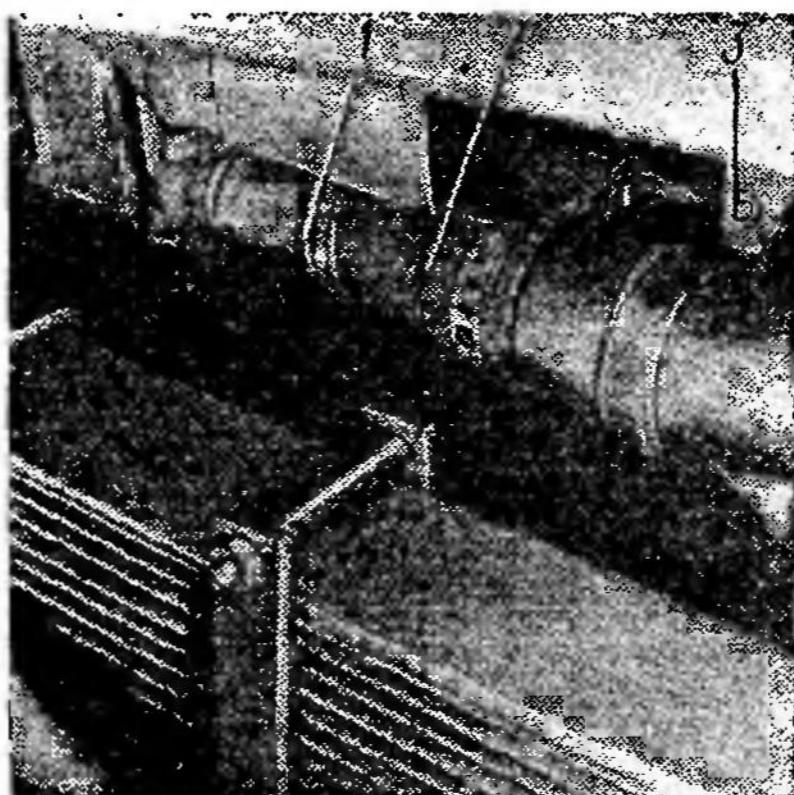

Рис. 16. Снятие патрубка радиатора водяного насоса:
3. Отсоедините патрубок 2 (рис. 16) от водяного насоса	Торцовый ключ 13×17
12. Ослабьте хомут 1 (см. рис. 16) и отсоедините патрубок 2 от радиатора	Отвертка
21. Подсоедините к радиатору патрубок 2 (см. рис. 16) и закрепите его хомутом 1	Отвертка